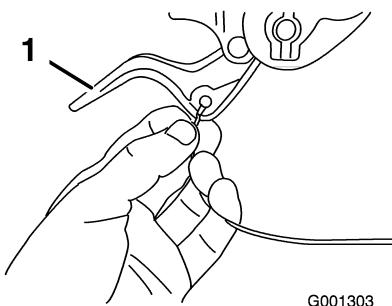

Figure 6
2. Faites passer l'extrémité du câble gauche ou droit par-dessus la partie inférieure du mancheron et insérez-la dans le trou du levier d'embrayage de roue correspondant (Figure 6).